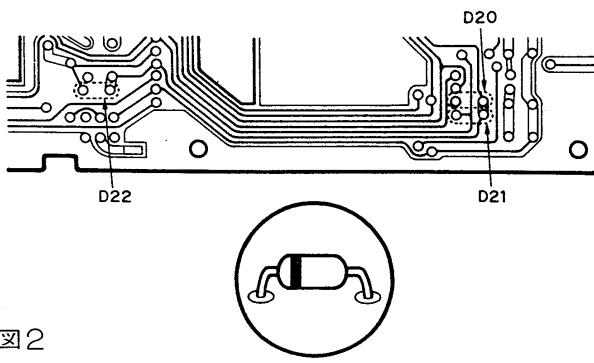

図2
- ③図2を参照してD20, D21, D22のシリコンダイオード(1SS 133, 1SS53等)を追加することによりスキャン動作を下記のように変更することができます。
- PAユニットを取り付けている4本のネジを外します。(図2参照)
(図2)